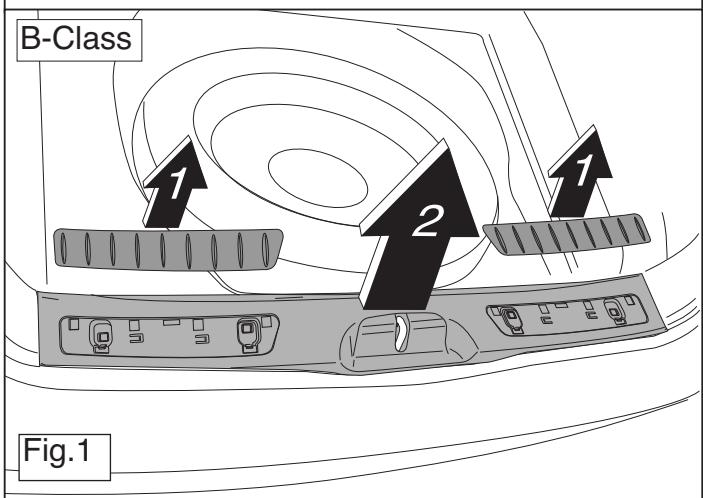

Fig.1
2. Demonter kunststofbeskyttelseskapperne (jævnfør fig. 1).
2. Desmontar las cubiertas protectoras sintéticas (véase la fig. 1).
2. Smontare le calotte di protezione in plastica (vedi fig. 1).
2. Zdemontować kołpaki zabezpieczające wykonane z tworzywa sztucznego (patrz rys. 1).